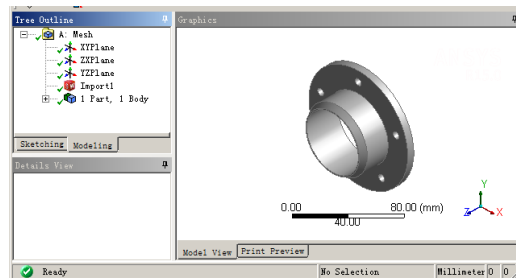

图 3-47 生成后的 DM 界面
**步骤 04** 单击 ⚡ Generate (生成) 按钮，即可显示生成的几何体，如图 3-47 所示，此时可在几何体上进行其他的操作，本例无需进行操作。